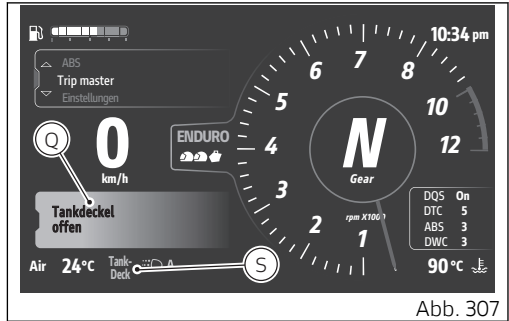
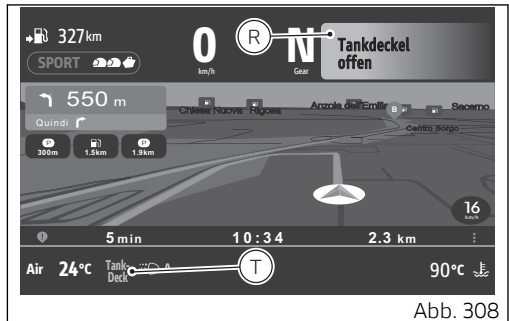

Abb. 307
Abb. 308
- auf das Aktivieren, wird es in den ersten 5 Sekunden im Großformat (Q der Hauptanzeige, Abb. 307) (R der Bildschirmseite Ducati Connect, Abb. 308) eingeblendet;
- daraufhin im Kleinformat (S der Hauptanzeige, Abb. 307) (T der Bildschirmseite Ducati Connect, Abb. 308)